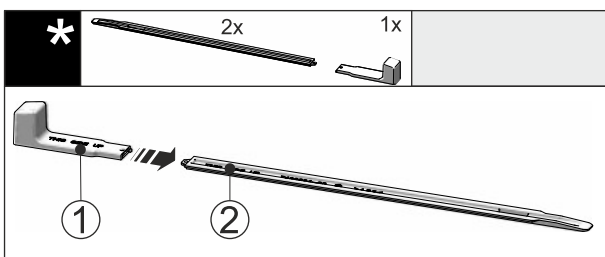

Fig. 42
- ▶ Steek de montagegreep Fig. 42 (1) op de nivelleerrail Fig. 42 (2).